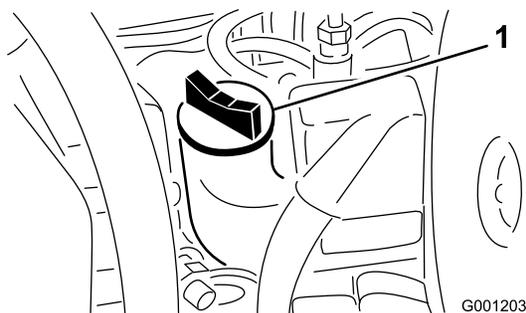

図 23
5. 不足している場合は、キャップ 図 23 を取り、Full 位置までオイルを補給する。入れすぎないこと。